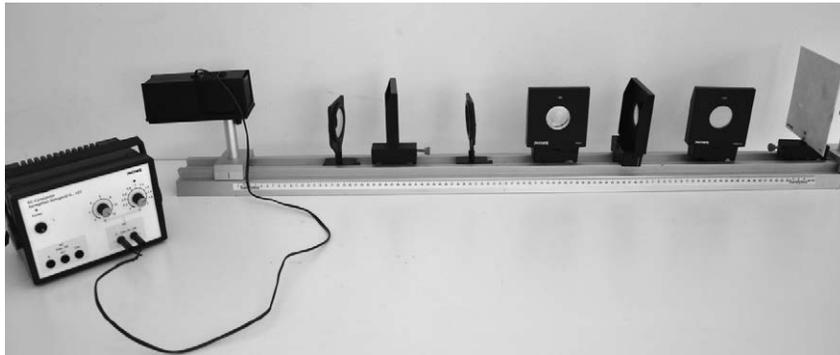

Figura 13.6 Montaje para estudiar las imágenes en espejos
1. Sitúe el espejo cóncavo en un extremo del banco óptico. Ubique la lámpara con la diapositiva, encienda la lámpara frente al espejo, a unos cuantos centímetros, como muestra la figura 13.6. Mueva la pantalla sobre el riel hasta observar una imagen bien definida de la diapositiva. Mida la distancia de la imagen S' al espejo; lleve sus datos a la tabla 13.1 de la cartilla. Repita el procedimiento para tres posiciones más.